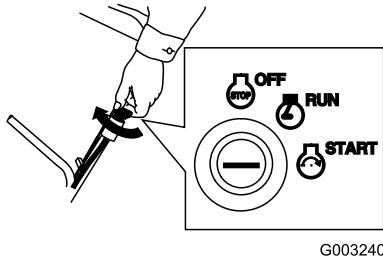

Figure 20
- Tournez la clé de contact en position Démarrage et relâchez la clé lorsque le moteur démarre (Figure 20).